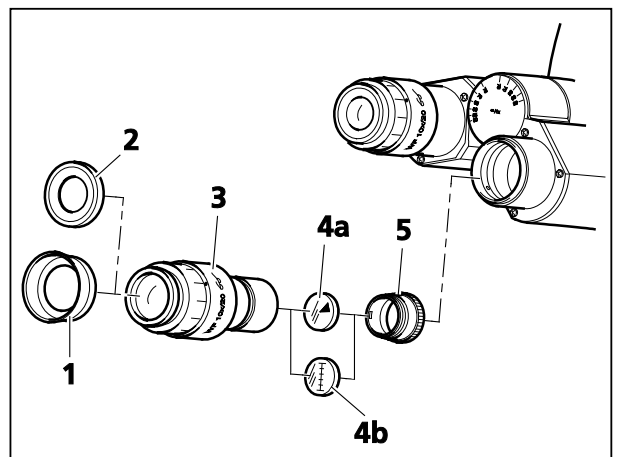

Bild 32 Okularzeiger oder Okularmikrometer einsetzen
Die Okulare (Bild 32/3) können mit umstülpbaren Augenmuscheln aus Gummi versehen werden (Bild 32/1: auseinander gezogen; Bild 32/2: umgestülpt). Die Augenmuscheln werden zu den Okularen mitgeliefert, sind jedoch nicht montiert.
- Blendenteil (Bild 32/5) von Hand aus dem Okular herausschrauben.
- Okularzeiger (Bild 32/4a) oder Okularmikrometer (Bild 32/4b) in das Okular einlegen (die beschichtete Seite zeigt in Richtung Auge des Betrachters).
- Mit dem Stelling des Okulars (Bild 32/3) die keilförmige Figur des Okularzeigers scharfstellen.